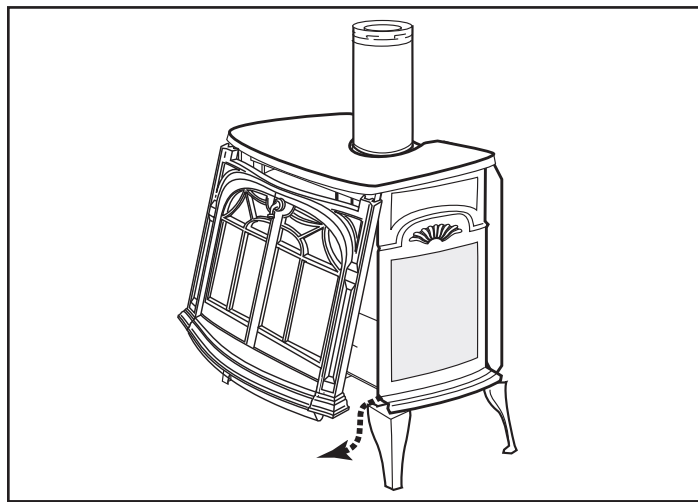

Figure 5.1 – Retirer la façade du poêle.
Il est nécessaire de nettoyer périodiquement la vitre. Lors du démarrage, de la condensation se forme normalement sur la partie intérieure de la vitre et provoque l'adhésion de peluches, de poussière et de particules en suspension dans l'air à la surface du verre. De même, la peinture durant son séchage peut déposer une pellicule mince sur la vitre. Il est donc recommandé de laver la vitre à deux ou trois reprises avec de l'eau chaude et un nettoyant à vitres domestique sans ammoniac (nous vous conseillons d'employer un nettoyant à vitres pour poêle à gaz). Laissez la vitre refroidir complètement avant de la nettoyer. Pour accéder à la vitre, retirez l'avant et le cadre de la vitre, (figures 5.1 et 5.2). Par la suite, la vitre devrait être nettoyée deux à trois fois durant chaque saison de chauffage, en fonction des circonstances.
Remplacez la vitre uniquement par des pièces approuvées par HHT. Consultez la section 7 « Liste de pièces de rechange » pour déterminer la vitre correcte à utiliser. Retirez la façade, le cadre de la vitre et la vitre (figures 5.1 et 5.2). Utilisez une lame de rasoir pour séparer la vitre du joint du cadre.
1. Retirez la façade, le cadre de la vitre et la vitre (figures 5.1 et 5.2). Pour retirer le joint usé, utilisez une lame de rasoir pour séparer la vitre et le joint du cadre et pour nettoyer tout résidu de mastic et de joint. Utilisez un ciseau au besoin.